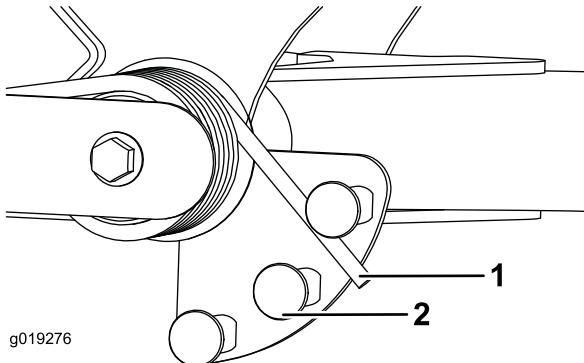

図 35
2. スプリングの長い方の端部にチューブのようなを取り付けて、スプリングアクチュエータの周囲に巻きつけるようにして希望位置にセットする図35。